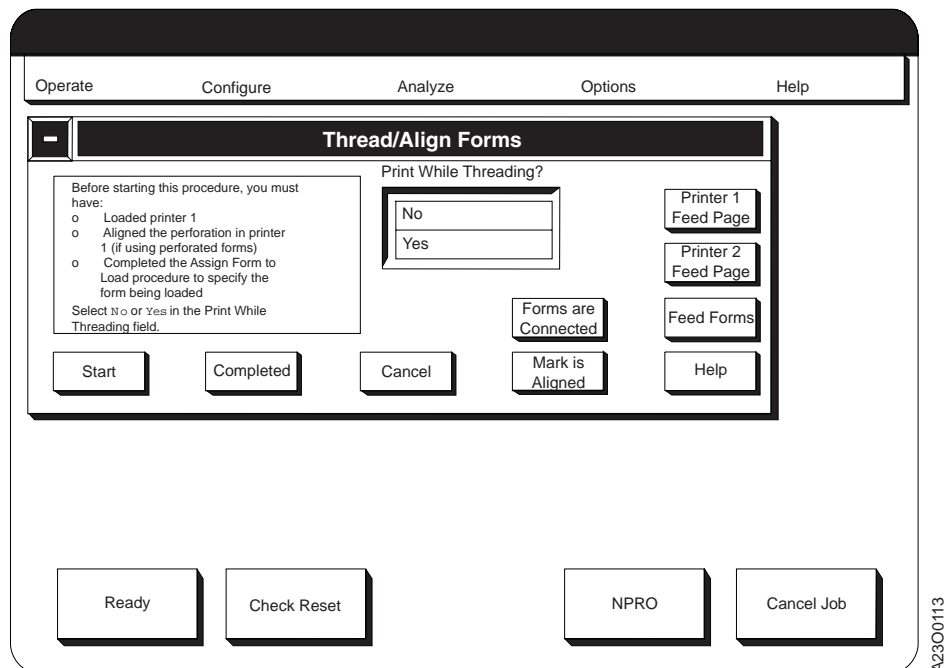

图 20. Thread/Align Forms 主窗口
3. 选择窗口上的 **OK** 按钮。出现 **Thread/Align Forms** 过程主窗口（图 20）。